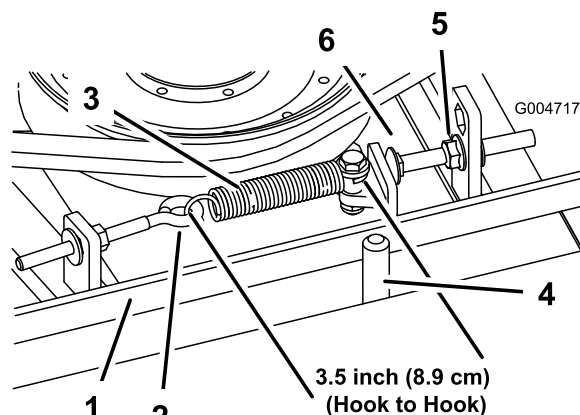

Figura 65
que haya obtenido la tensión correcta del muelle, ajuste el perno de tope (perno de cuello cuadrado) hasta que quede aproximadamente 3 +1,5/0,0 mm de holgura entre la cabeza del perno y el brazo tensor (Figura 65).
Nota: Asegúrese de que la correa está colocada en el lado del muelle de la guía de la correa (Figura 65).
2. Afloje el perno de ojal para poder retirar el muelle de extensión (Figura 65).
3. Afloje la tuerca con arandela prensada que fija el perno de tope a la pletina de montaje. Desenrosque la tuerca lo suficiente para permitir que el brazo tensor pase por el perno de tope (Figura 65). Aleje la polea tensora de la correa para aliviar la tensión de la correa.
8. Vuelva a conectar el muelle de extensión (Figura 65) al perno de ojal y tense la correa de la siguiente manera: